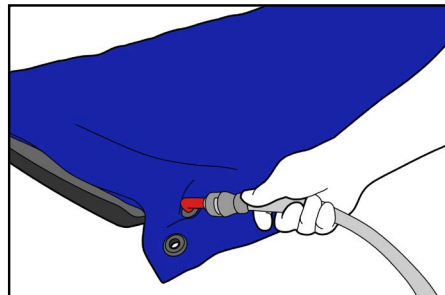

图 7
1. 将真空管连接到阀上。当您听到“咔哒”声响时，即确认已达到正确连接，且软管和阀已正确装上（图 7）。